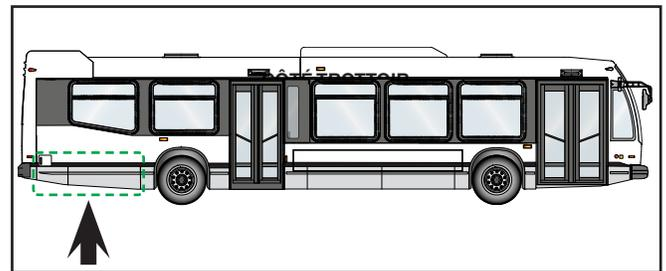
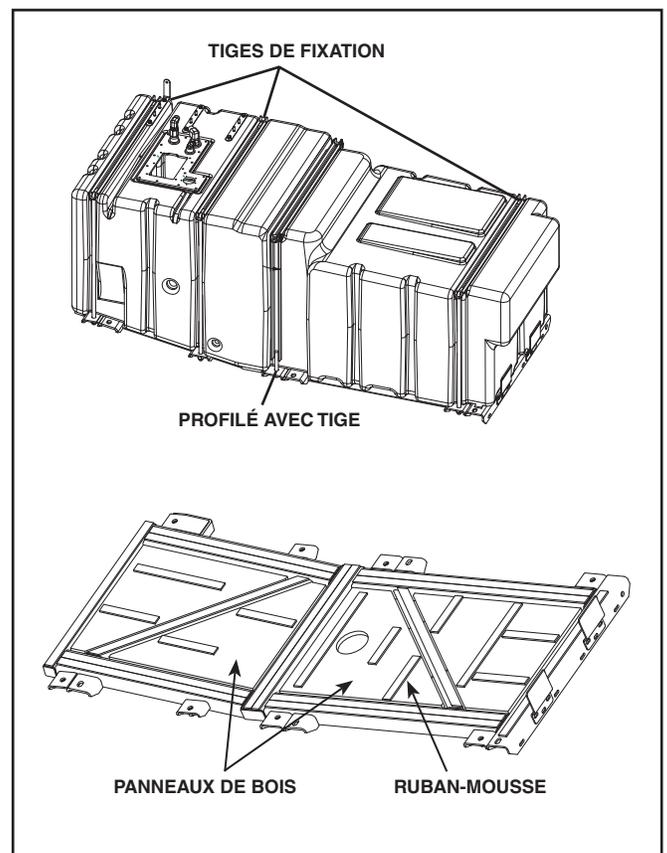

Figure 1 - Localisation du réservoir de carburant
Figure 2 - Berceau et réservoir de carburant (typique)
Voir Figure 1 et Figure 2.
2. Enlever les deux derniers panneaux de bas de caisse du véhicule, côté trottoir. Voir Figure 1.